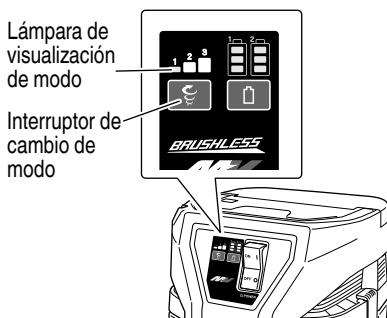

Fig. 11
6. Operación del interruptor (Fig. 11)